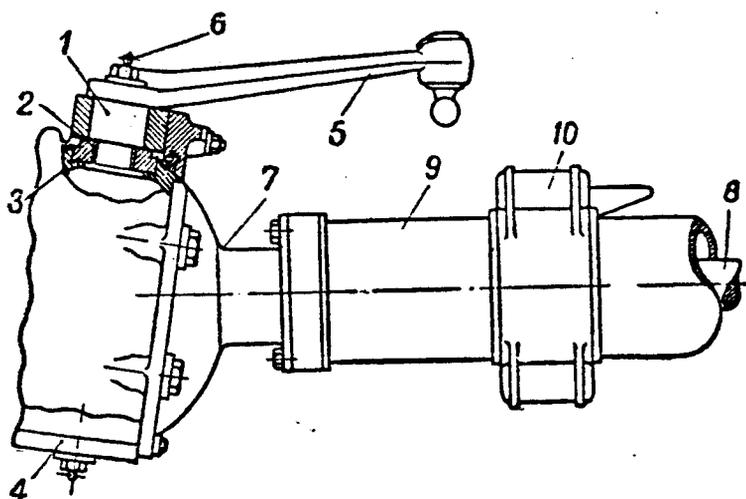

Рис. 9. Левая поворотная цапфа:
1. Шариковые подшипники шкворней заменены бронзовыми втулками (рис. 9). Втулки 2 запрес-
4. Кожух 7 (рис. 9) шарнира кованный, тогда как в первых моделях он изготовлялся из литой стали.
Кронштейны передних рессор и стоек амортизаторов (см. рис. 9) литые (из ковкого чугуна). Крепление передних рессор осуществлено болтами с общей накладкой.